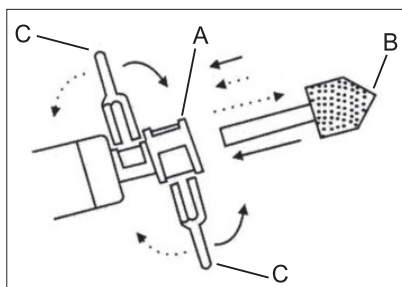

FIGURA 2 - CAMBIO DEL ACCESORIO
- Retire la tuerca (A) y coloque la punta (B) montada en la entrada del rectificador;
- Coloque la tuerca (A) y C apriétela a través de las llaves de boca (C), conforme muestra la figura 2;